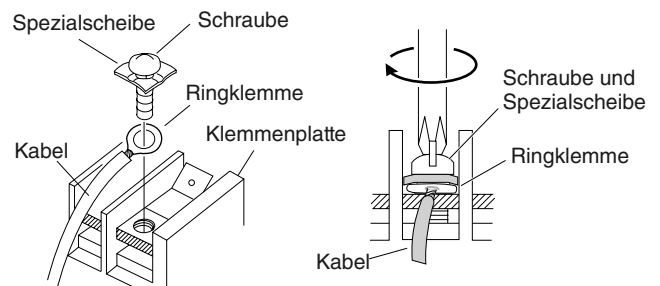

Abb. 3-102
- (4) Die Ringklemme ansetzen, dann die vorher entfernte Klemmschraube mit dem Schraubendreher wieder festziehen. (Abb. 3-102)